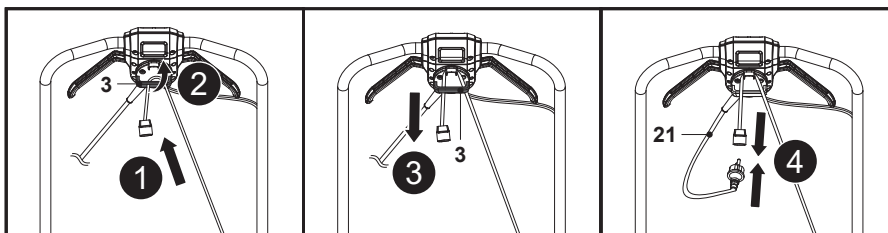

Fig. 8
1. Îndoiaie înapoi cablul prelungitor la aproximativ 30 cm de capăt și introdu bucla prin gaura suportului de cablu (3), apoi prinde bucla peste cârlig (fig. 8, pașii 1 și 2).
2. Trage cablul prelungitor peste suportul de cablu (3) și trage ușor de el pentru a te asigura că este bine fixat (fig. 8, pasul 3).
3. Conectează cablul de alimentare (21) la priza cablului prelungitor (fig. 8, pasul 4).